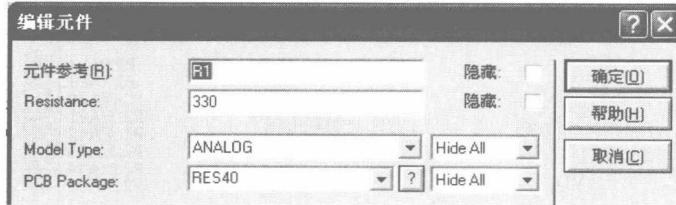

图 1-14 设置电阻属性
③ 元件编辑。在编辑窗口中右击元件可以选中元件，并弹出快捷菜单，选择相关的菜单项可对元件进行编辑。图 1-14 为修改电阻属性对话框，将电阻阻值设置为 330Ω 。